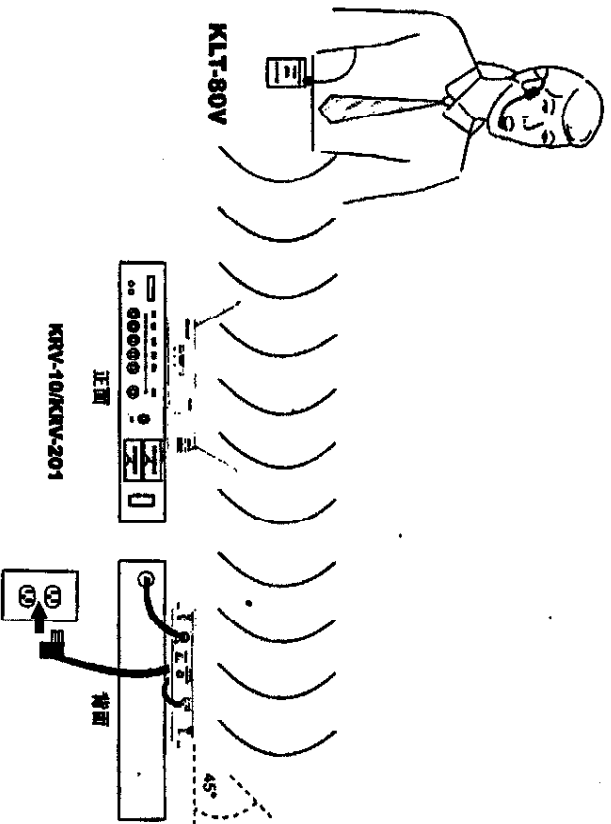

图9
1. 参看图9, 把随机提供的交直流转换器一端插入接收机背后的直流输入连接器, 把转换器的电缆线夹人固定扣。适用机型KRV-10\*, 把其另一端插入墙壁插座或其他交流电源 (HD41N110使用220伏/50赫电源, HD41N110E使用120伏/60赫电源), 推动接收机正面电源开关, 电源灯发红光。